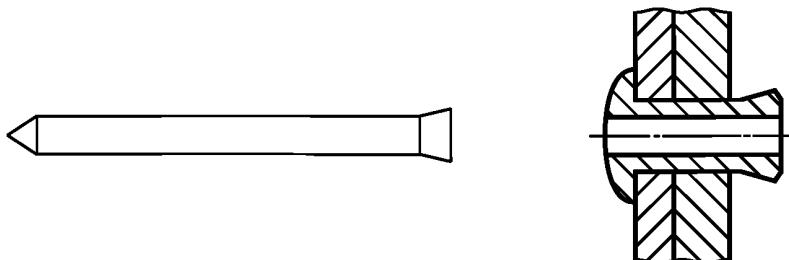

Рисунок 4 — Сердечник, протягиваемый насквозь
**2.2.1.1 сердечник, протягиваемый насквозь (pull through mandrel):** После вставления заклепки в отверстие сердечник полностью протягивается сквозь тело заклепки до получения сквозного отверстия (рисунок 4).